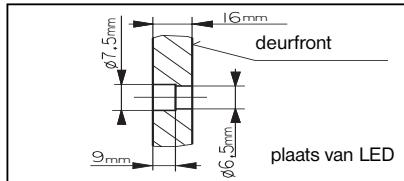

Afbeelding 9.
1. Monteer de kabel met een kabelbrug (A) aan de zijkant aan de kant van het scharnier door gaten te boren volgens afb. 9.